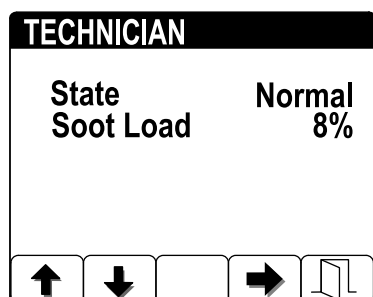

Рисунок 9
- Посмотрите объем сажи, измеряемый в виде процентов в DPF (Рисунок 9); см. таблицу объема сажи.